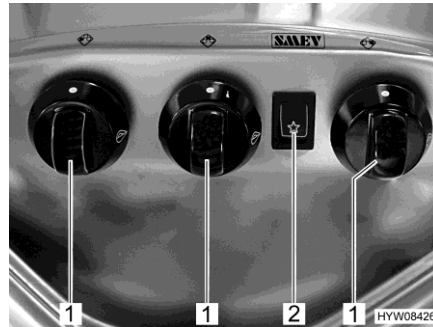

Bild 192 Bedienelemente (Gaskocher)
- Drehregler (Bild 192,1) der gewünschten Brennstelle auf Zündposition (große Flamme) drehen.
- Wippschalter (Bild 192,2) drücken. Am Brenner werden Zündfunken erzeugt.